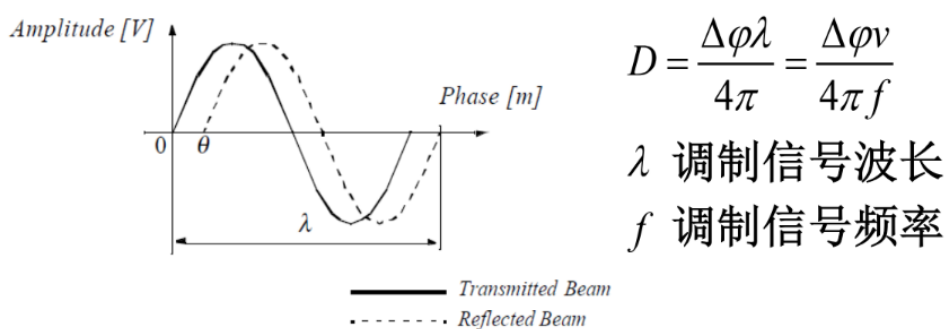

图 9: 激光雷达间接相位偏移测量法
- 激光雷达主要采用间接相位偏移测量法：发射器发射一个连续波，用具有不同频率的 $\sin$ 信号调制所携带信号的波长，比较反射信号与所发送信号之间的相位差从而确定距离。（图9）